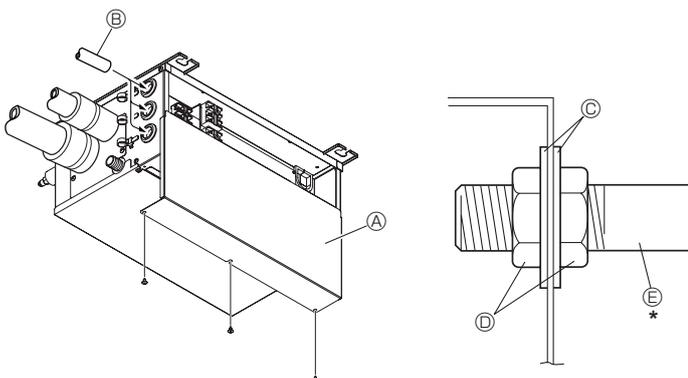

Fig. 9-4
9.1. Vid användande av ledningskanaler (Fig. 9-4)